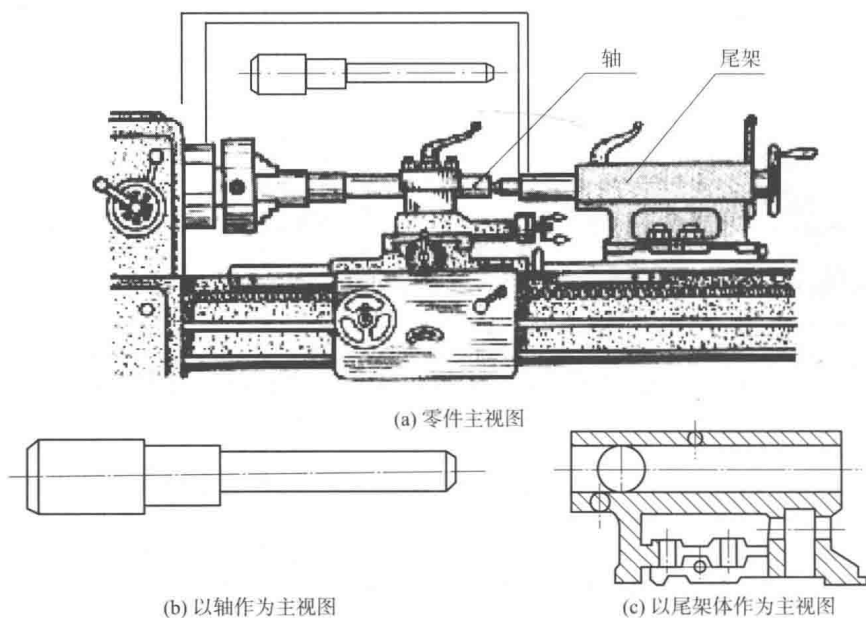

图 2-3 考虑零件安放位置选择主视图
(1)加工位置原则:是指零件在机床上加工时的装夹位置。主视图方位应与零件主要加工工序中的加工位置相一致,如加工轴、套、轮、圆盘等零件,大部分工序是在车床或磨床上进行的,因此这类零件的主视图应将其轴线水平放置,便于看图、加工和检测尺寸。如图 2-3(b)所示的轴作为主视图,其安放方位是符合图 2-3(a)所示在车床上的加工位置的。
(2)工作(安装)位置原则:是指零件安装在机器或部件中的安装位置或工作位置。主视图方位与安装位置或工作位置相一致,有利于把零件图和装配图对照起来看图,便于想象零件在机器或部件中的位置和作用。如图 2-3(c)所示的尾架体作为主视图,是符合它在车床上的安装(工作)位置的。